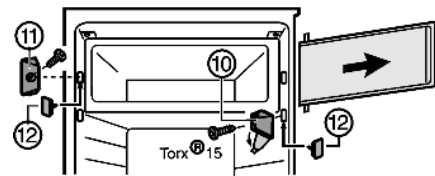

Fig. 6*
- Ouvrir le cache du support d'appui Fig. 6 (10).*
- Dévisser le support d'appui Fig. 6 (10) avec la porte du compartiment.*
- Dévisser l'élément de fermeture Fig. 6 (11).*
- Boucher les trous à l'aide du cache Fig. 6 (12) fourni.*